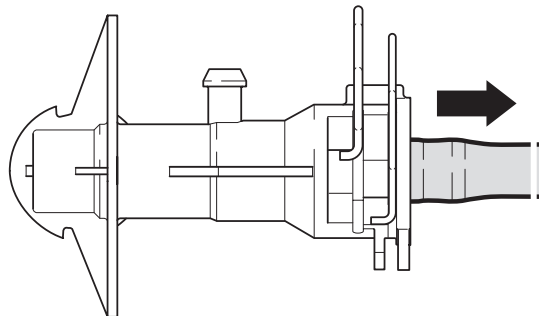

Bild 6: Bei gezogenem Leitungsanschluß und geöffneten Clips ist die Entlüftungsbohrung frei
3. Leitung bis zum Anschlag herausziehen (Bild 6)